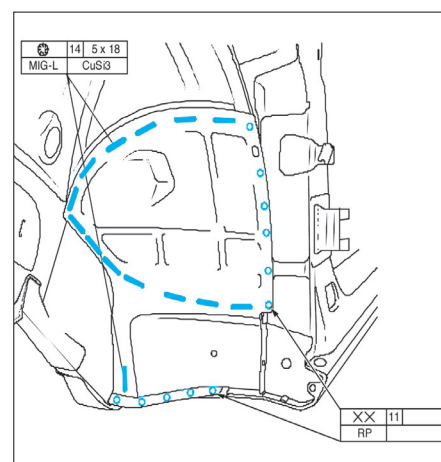

FIG. 15
- Percer 14 trous oblongs de 5x18 mm sur le prolongement du passage de roue (fig. 15).
- Souder le prolongement de passage de roue (fig. 15).